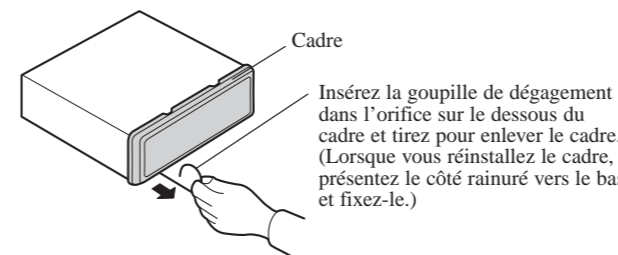

Fig. 7
**1. Déposez le cadre. (Fig. 7)**